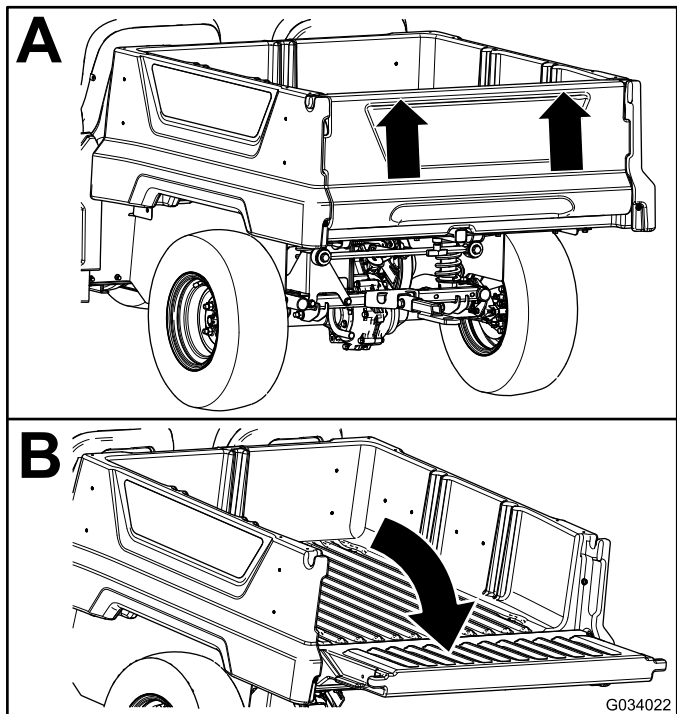

Figura 21
2. Usando ambas manos, levante el portón trasero usando el resalte situado cerca de la parte superior del portón (Figura 21).
3. Baje el portón hasta que quede enrasado con la parte inferior de la plataforma de carga (Figura 21).